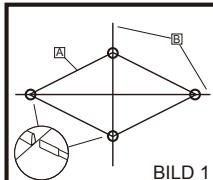

BILD 1
2. Trä in stängerna <B1> helt och hållit in i kanalerna. (BILD 1)